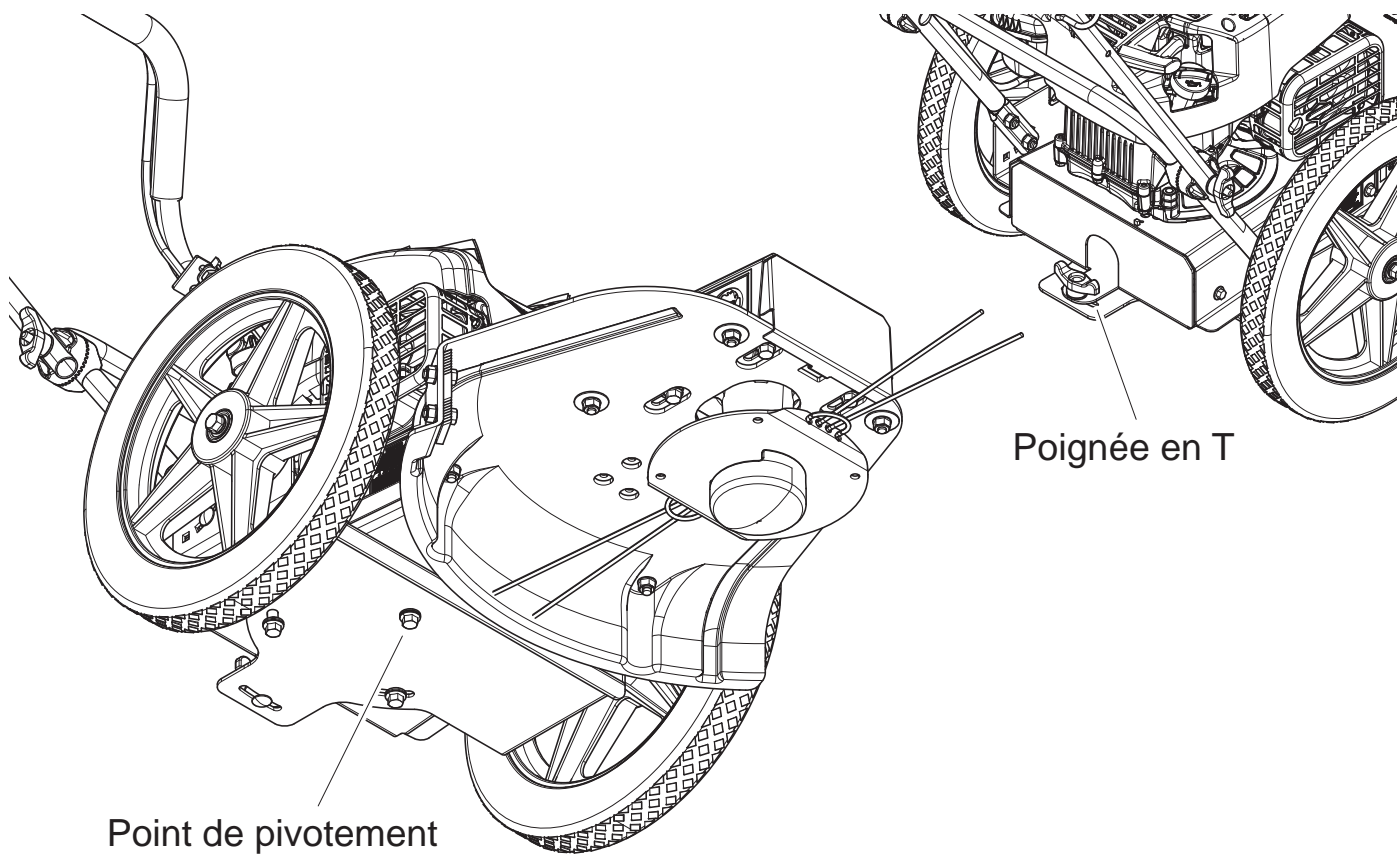

Figure 4.1, Réglage de la tondeuse
1. Desserrer la poignée en T située à l'arrière du coupe-herbe, sous le moteur (Figure 4.1).